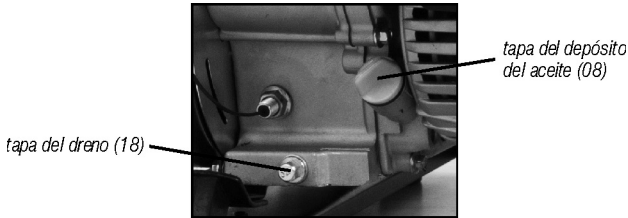

Fig. 19 – cambio de aceite
- 4 – Retire la tapa de drenaje del cárter (fig. 19);